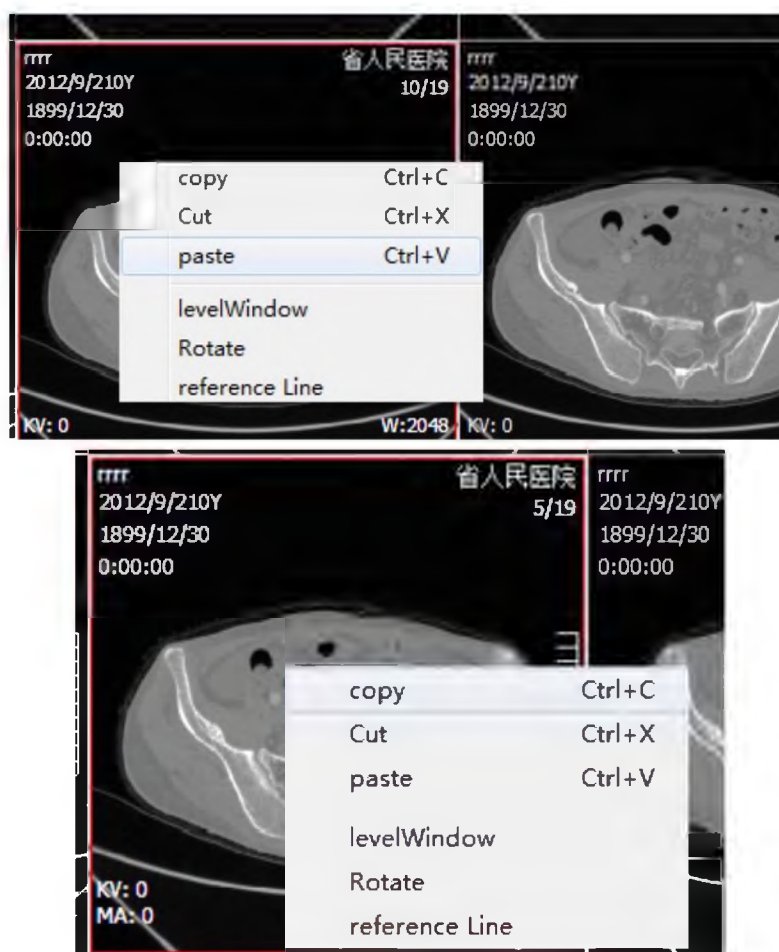

Рисунок 9-20 Всплывающее контекстное меню
2. На выбранном изображении нажмите правую клавишу мышки и в всплывшем контекстном меню выберите [Копировать] [Copy], как показано на рис. 9-20.